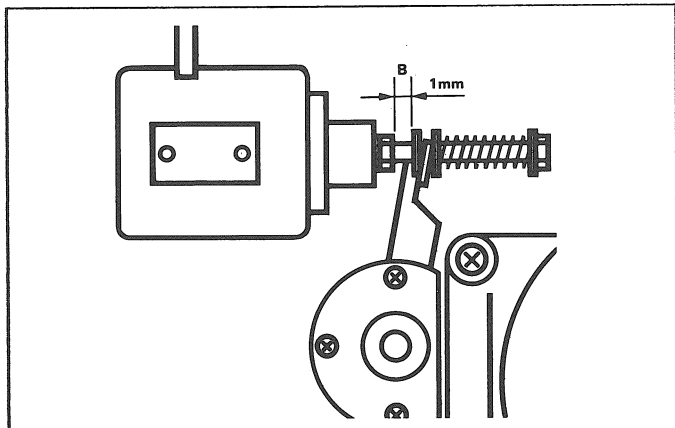

Fig. 5
- Ohne eingelegtes Band die Bandwaage anheben und die Lichtschranke abdunkeln. An der Andruckrollen-Achse (oder an einem angebrachten Bolzen) einen Nylonfaden einhängen und mit einer Federwaage in Richtung A (Fig. 5) ziehen bis die Andruckrolle von der Tonwelle abhebt. Die Federwaage muss  $10\text{ N} \pm 1\text{ N}$  ( $1\text{ kp} \pm 0,1\text{ kp}$ ) anzeigen.
- Andruckmagnet soweit nach rechts verschieben, dass zwischen Mitnehmer und Andruckarm ein Abstand B von 1 mm (Fig. 5) entsteht. Andruckmagnet arretieren.
- Befestigungsschrauben des Andruckmagneten mit einem Lacktropfen sichern. Andruckkraft kontrollieren und, wenn nötig, mit Schraube C (Fig. 5) justieren.